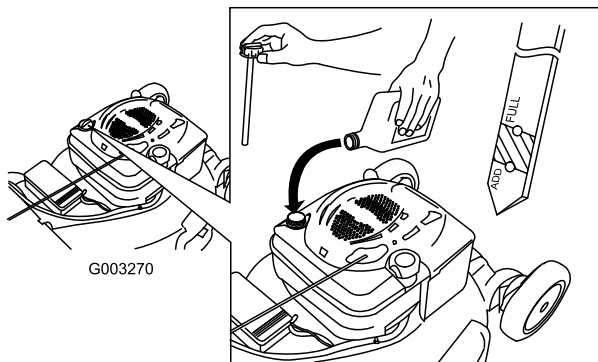

Bild 36
12. Nehmen Sie den Peilstab heraus und lesen den Ölstand ab, siehe Bild 36.